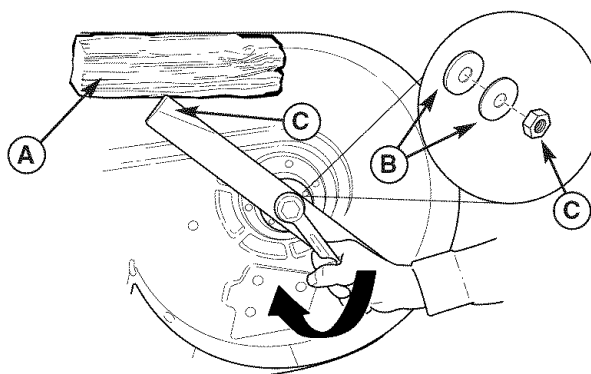

Figura 22. Instalación del Aspa
3. Quite el tornillo de cabeza hexagonal (D, Figura 22), arandela elástica (C), arandela acanalada (B) y aspa.
7. Reinstale el aspa con las aletas de izado (D, Figura 22) apuntando arriba hacia la cubierta de la podadora como se muestra.
8. Vuelva a instalar las arandelas de resorte (B, Figura 22) y la tuerca (C). Use un bloque de madera (A) para evitar la rotación de la cuchilla mientras aprieta la tuerca (C) de 108 a 122 Nm (80 a 90 lb./pie).